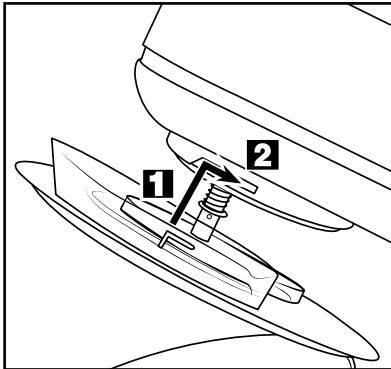

Abb. 1: Montage des Spritzschutzes **9**
- Schieben Sie den Spritzschutz **9** so von unten auf den Schwenkarm **1**, dass die Arretierungen am Spritzschutz **9** in die Schienen am Schwenkarm **1** greifen (Abb. 1 / **1**). Der Pfeil am Spritzschutz **9** muss auf das Symbol  am Schwenkarm **1** weisen:
- Zum Verriegeln drehen Sie den Spritzschutz **9** in Pfeilrichtung zum , so dass die Arretierung einrastet und der Spritzschutz **9** fest sitzt (Abb. 1 / **2**).